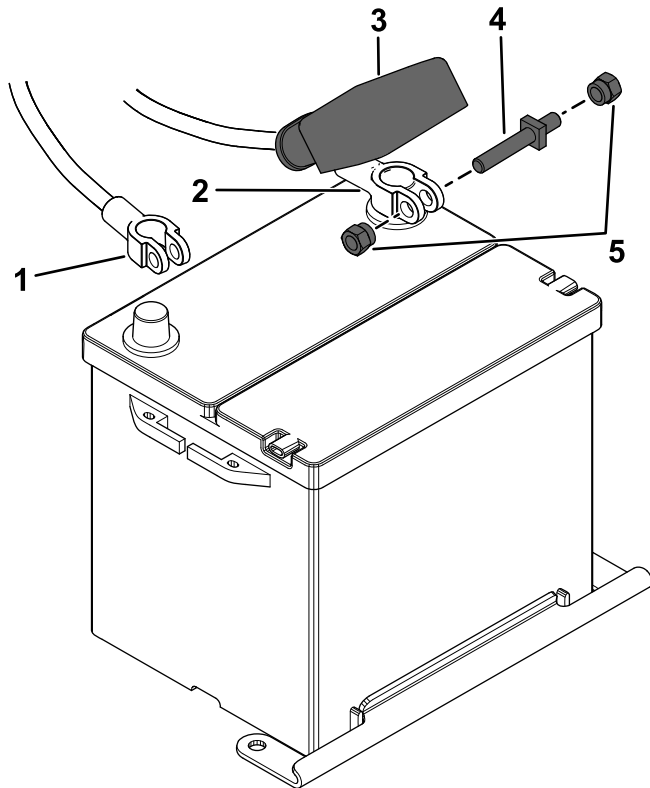

Figura 69
1. Scollegamento dei cavi della batteria (Figura 69).
2. Collegate i cavi della batteria (Figura 69).